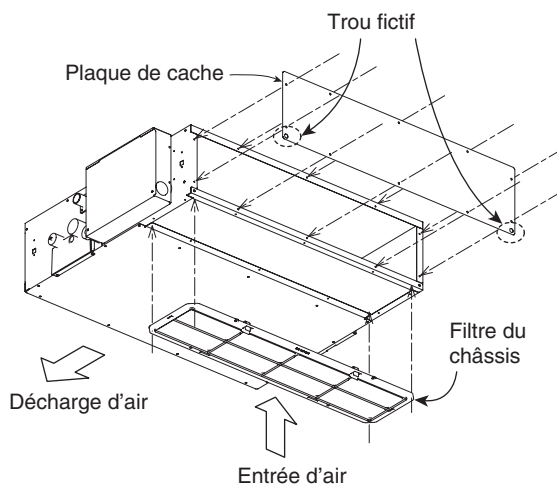

Fig. 3-5
- (2) Voir le schéma pour fixer la plaque du couvercle et le filtre du châssis dans le sens de la flèche. (Fig. 3-5)